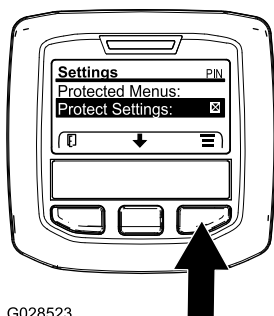

Figura 8
1. Dal MENU PRINCIPALE, premete il pulsante centrale per scorrere fino al MENU IMPOSTAZIONI, poi premete il pulsante destro (Figura 8).